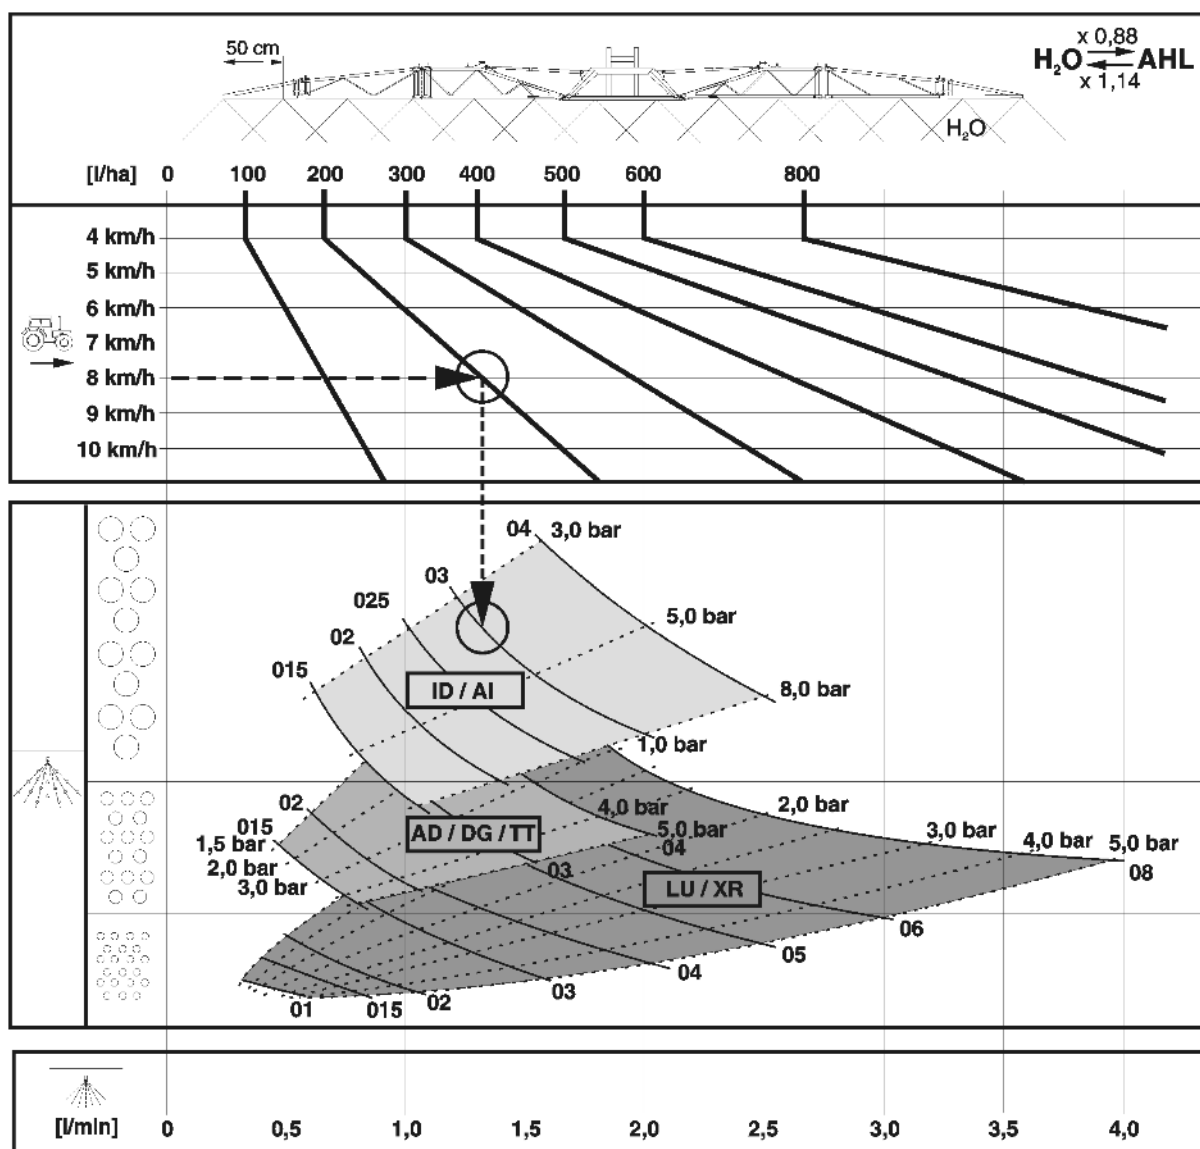

Fig. 159
- Fig. 159 anvendes til at finde den egnede dysetype. Dysetypen skal bestemmes ud fra